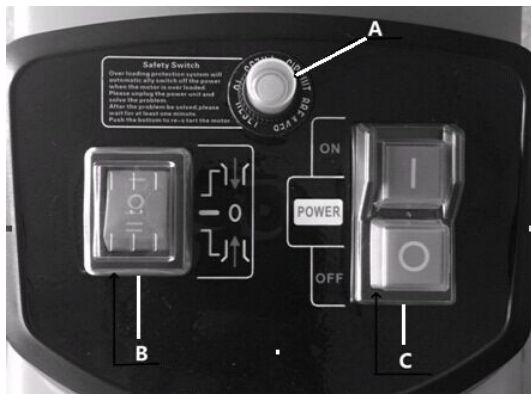

Abb.4
- Drücken Sie den Sicherheitsschalter (A).
- Drücken Sie die Vorwärts-/Rückwärts-Taste (B) in die RÜCKWÄRTS- "-"  Position.
- Drücken und halten Sie den Ein-/Ausschalter in der Position ON(I), um alle Gegenstände zu entfernen, die die Klingen blockieren könnten. (Abb. 4)